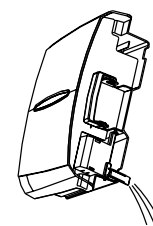

Fig.5
- Vacíe el agua y vuelva a colocar el tanque (vea Fig. 5). El tanque debe estar en su lugar y correctamente colocado para que el deshumidificador funcione.